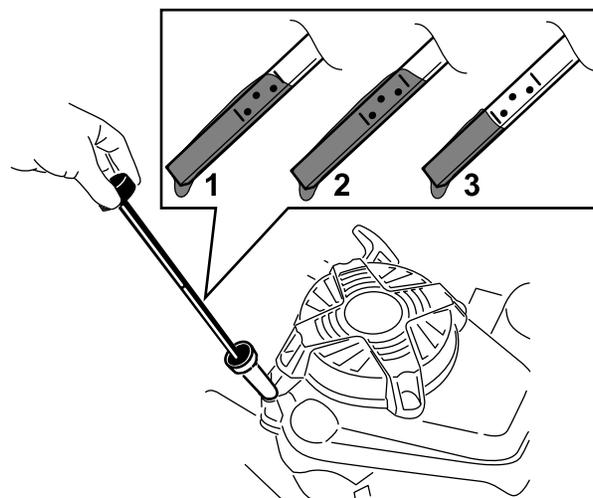

Рисунок 13
2. Извлеките масломерный щуп, повернув крышку против часовой стрелки и вытянув его (**Рисунок 13**).
5. Определите уровень масла по отметкам на щупе (**Рисунок 13**).
- Если уровень масла на щупе слишком низкий (**Рисунок 13**), осторожно залейте небольшое количество масла SAE 30 или SAE 10W-30 с моющими присадками в маслозаливную горловину, подождите 3 минуты и повторите операции с **3** по **5**, чтобы довести масло до требуемого уровня на щупе. Информацию о типе
- Если уровень масла по щупу слишком высокий (Рисунок 13), слейте излишек масла, пока не будет достигнут правильный уровень по щупу; см. раздел Замена масла в двигателе \(страница 22\).